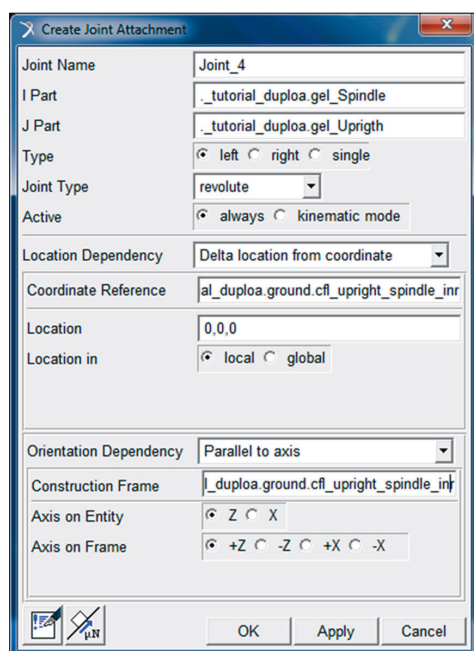

Figura 5.120 – Preenchimento da caixa de diálogo para criação da Junta 4.
- Preencha os campos da janela *Create Joint Attachment*, conforme a Figura 5.120.